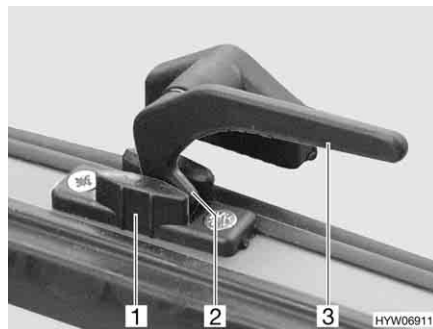
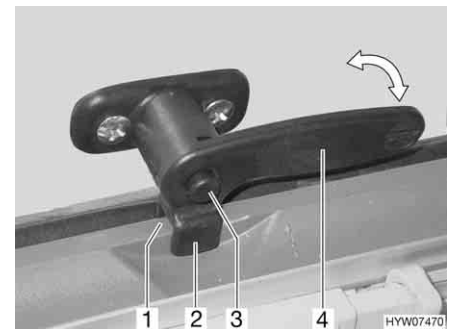

Fig. 77 Leva di serraggio senza bottone di sicurezza in posizione "Aerazione continua"
Fig. 78 Leva di serraggio con bottone di sicurezza in posizione "Aerazione continua"
- In posizione di "Aerazione continua" (Fig. 77 o Fig. 78)
- Premere ev. il bottone di sicurezza (Fig. 78,3) e mantenerlo premuto.
- Ruotare la leva di serraggio (Fig. 77,3 o Fig. 78,4) di un quarto di giro verso il centro della finestra.
- Girare nuovamente all'indietro la leva di serraggio. Riportare contemporaneamente il nasello di chiusura (Fig. 77,2) nella rientranza della chiusura della finestra (Fig. 77,1) o riportare la forchetta (Fig. 78,2) della leva di serraggio nella rientranza della chiusura della finestra (Fig. 78,1).